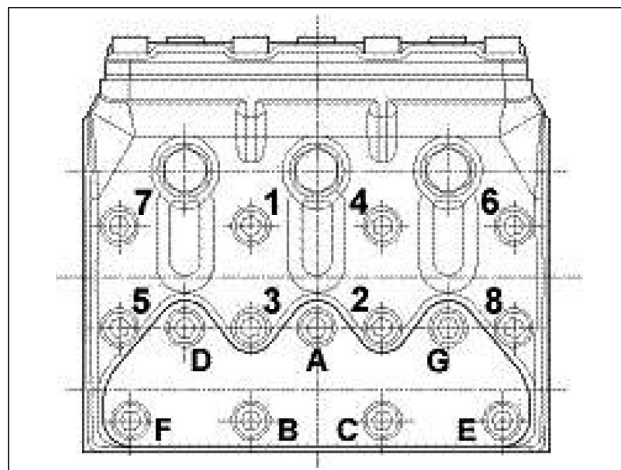

Fig. 25
* Les vis de fixation du chapeau de bielle doivent être serrées en respectant les phases indiquées page 26. ** Les vis de fixation de la tête doivent être serrées avec une clé dynamométrique, en lubrifiant le collet et en respectant l'ordre indiqué à la Fig. 25. *** Les vis de fixation des couvercles des soupapes doivent être serrées avec une clé dynamométrique, en lubrifiant le collet et en respectant l'ordre indiqué à la Fig. 25. **** La vis de fixation du flasque 2ème PTO (PDF) doit être serrée avec une clé dynamométrique en utilisant le Loctite 243 couleur bleu.